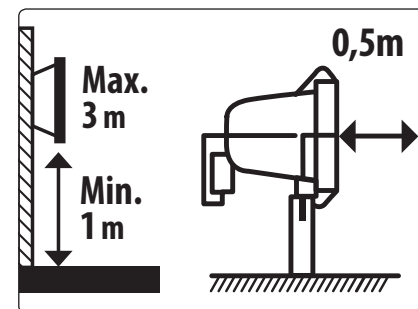

Abb. 4
- Befestigen und sichern Sie die Scheinwerfer mit Hilfe der mitgelieferten Schrauben am tragbaren Ständer mit Griff zum Transportieren nach Abb. 1 und richten Sie sie nach Bedarf aus. Die Scheinwerfer kann man verwenden, während sie auf dem Ständer befestigt sind und man kann sie am Griff tragen, oder kann der jeweilige Ständer am teleskopischen Dreibein installiert und befestigt werden. Setzen Sie das Dreibein nach Abb. 2 zusammen und sichern Sie alle seine beweglichen Teile mit den entsprechenden Anziehelementen. Die ausziehbare Stange des Dreibeins kann um die Mittelachse im Bereich von 360° je nach Bedarf gedreht werden, siehe Abb. 2. Die Entfernung der Lichtquelle direkt vom beleuchteten Objekt sollte mindestens 0,5 m betragen, siehe Abb.4.